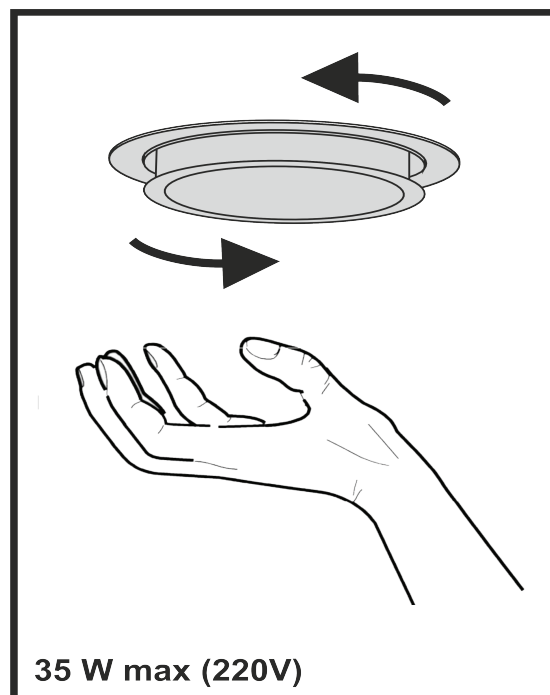

Рис.7
8.9 На вытяжке установлении HALOGEN / LED лампы подсветки рабочей зоны плиты. Перед началом замены ламп освещения необходимо отключить вытяжку от электросети, дать возможность охладеть лампам. Для замены лампы необходимо снять фильтры, отжать держателя патрона на себя, чтобы лампа вышла из корпуса вытяжки, удерживая держателя патрона, слегка надавить на лампу у направлении патрона и, повернул ее против часовой стрелки, вынуть (**рис.7**). Вместо нее необходимо установить новую с теми же характеристиками и установить фильтры.